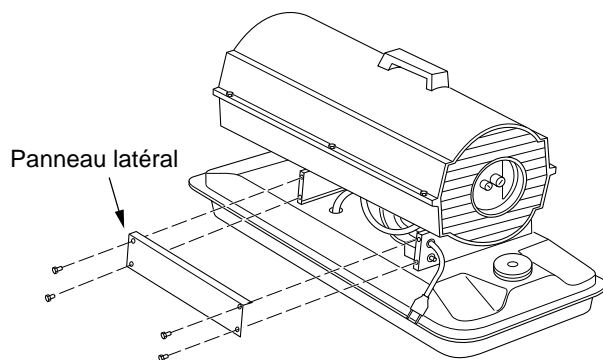

Figure 28 - Retrait du panneau latéral
1. À l'aide d'une clé à douille de 5/16 po, retirer les quatre vis du panneau latéral (voir Figure 28).